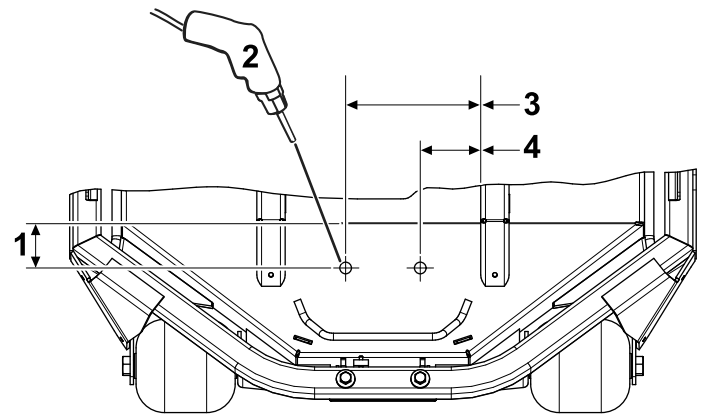

Figura 1
2. Usando las dimensiones indicadas en Figura 1, localice y perforo un taladro de 7/16" de diámetro a través de la unidad de corte.